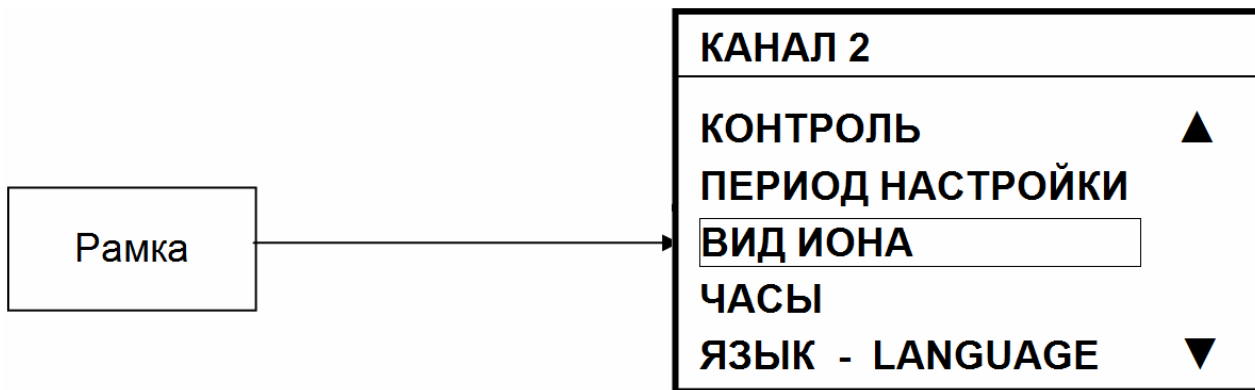

Рисунок 5 – Выбор пункта меню
- перемещении рамки (рисунок 5).